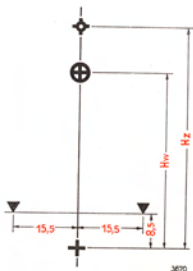

Abb. 43: Anschußscheibe für das MG 131 im C-Stand
- (1) Flugzeug mit dem Rumpfe voraus auf dem Schießstand in 100 m Entfernung von der nach Abb. 43 angefertigten Anschußscheibe aufbocken und ausrichten.